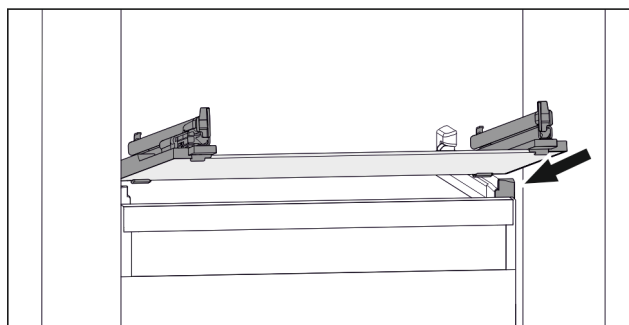

Fig. 85 Rappresentazione esemplificativa del ripiano in vetro
- ▶ Applicare il ripiano in vetro obliquamente dietro i fermi. (vedere Fig. 85)